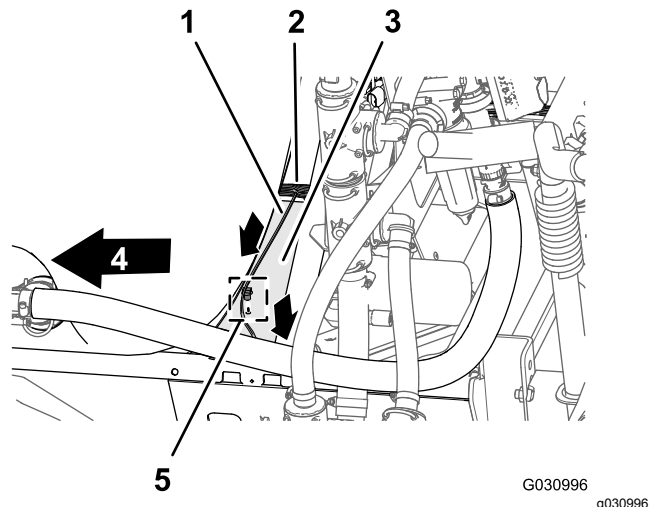

Рисунок 100
1. Проложите от жгута проводов ответвление длиной 86 см для электромагнита насоса опрыскивателя через верхнюю часть швеллера рамы опрыскивателя и вниз к электромагниту насоса опрыскивателя (Рисунок 100).
2. Вставьте вставной держатель ответвления жгута проводов длиной 86 см жгута проводов в отверстие швеллера рамы опрыскивателя (Рисунок 100).